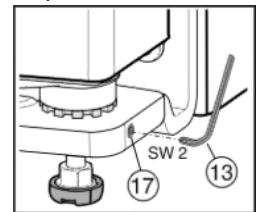

Fig. 17
- ▶ Немного выкрутите установочный винт Fig. 17 (17) (максимум на один оборот).
- ▶ Снова затяните установочный винт Fig. 17 (17), чтобы зафиксировать опорный винт.